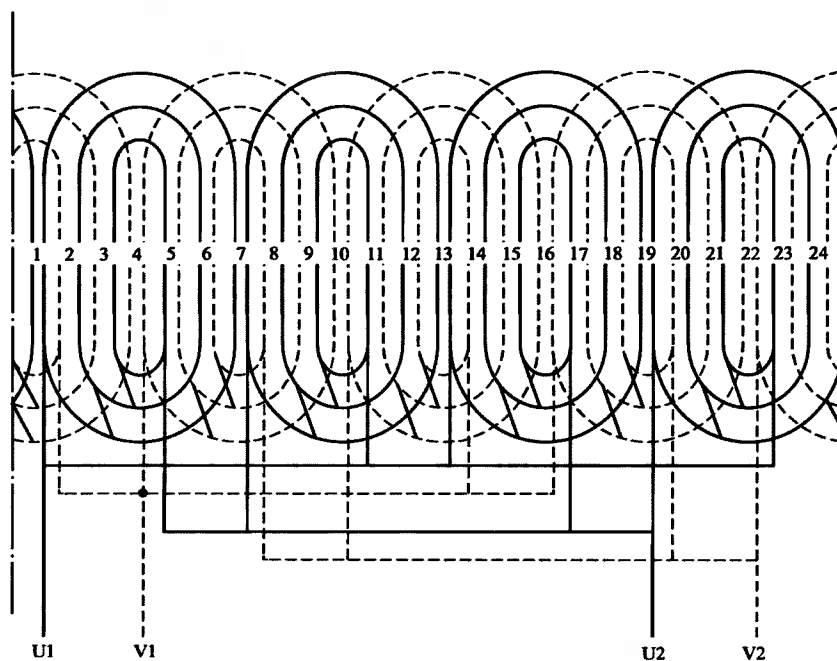

图 4-13 单相 4 极 24 槽正弦绕组 4 路接法展开图 (1)
13. 单相 4 极 24 槽正弦绕组 4 路接法展开图 (1) (见图 4-13)